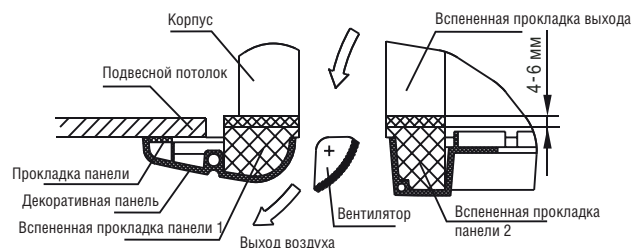

Рисунок 4-14
- Затягивайте винты панели, пока толщина вспененной изоляционной прокладки между корпусом кондиционера и декоративной панелью не уменьшится до 4-6 мм. Края панели должны плотно прижиматься к подвесному потолку. (См. рис. 4-14).